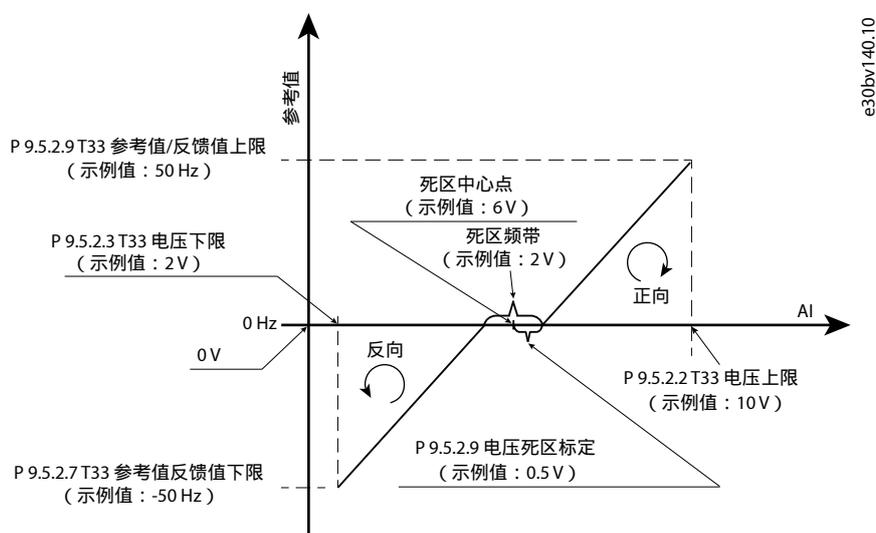

图 90: 死区功能示例
- 图 90 所示为使用 T33 模拟输入（电压模式，从 2 V 到 10 V）执行死区功能，以控制在 -50°Hz 到 50°Hz 速度之间运行的电机。